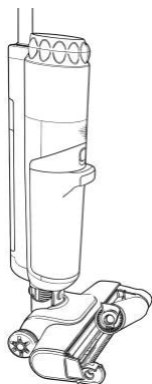

Fig. 10
1. Alignez la rainure située sur le côté droit de la brosse rotative avec le guide de la brosse de sol (Fig. 10).